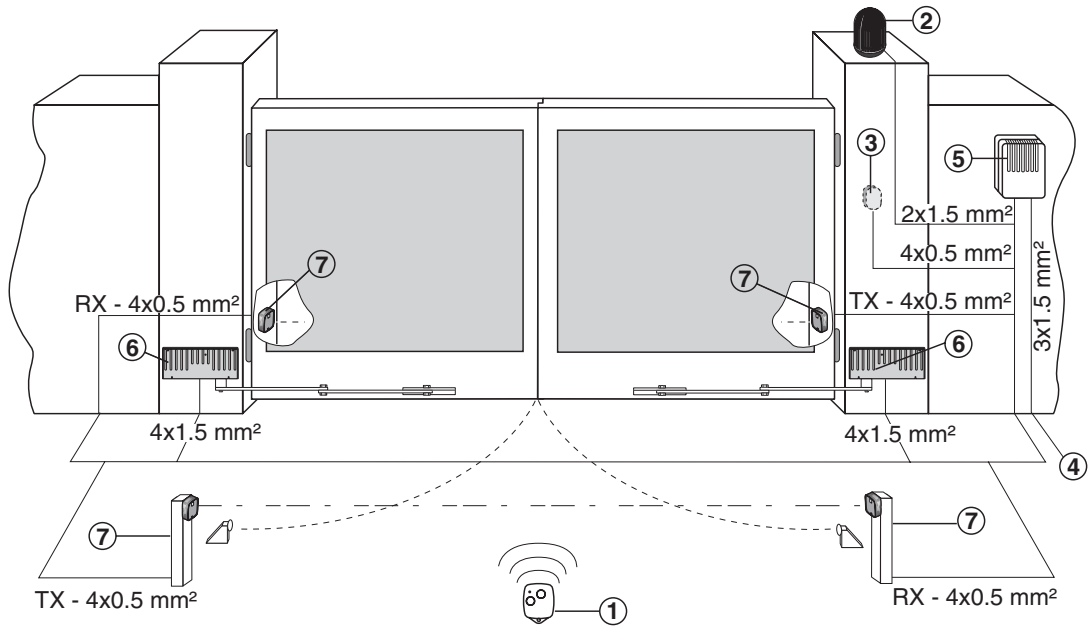

Fig. 1
2.1 Riferimenti installazione tipo (fig. 1)